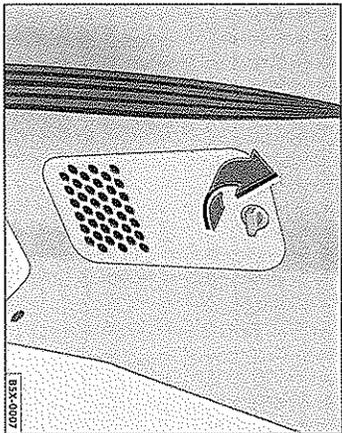

Fig. 3 Acceso a las herramientas de a bordo
lante (vea Manual de Instrucciones, página 53) y girar el botón en el sentido horario ⇒ fig. 3 ⇒ ①.